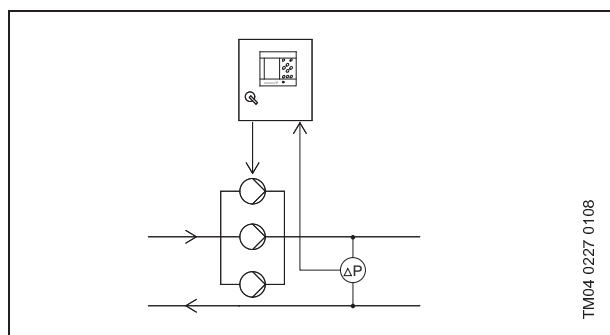

Fig. 10 Pression différentielle
- Pression différentielle, voir fig. 10.